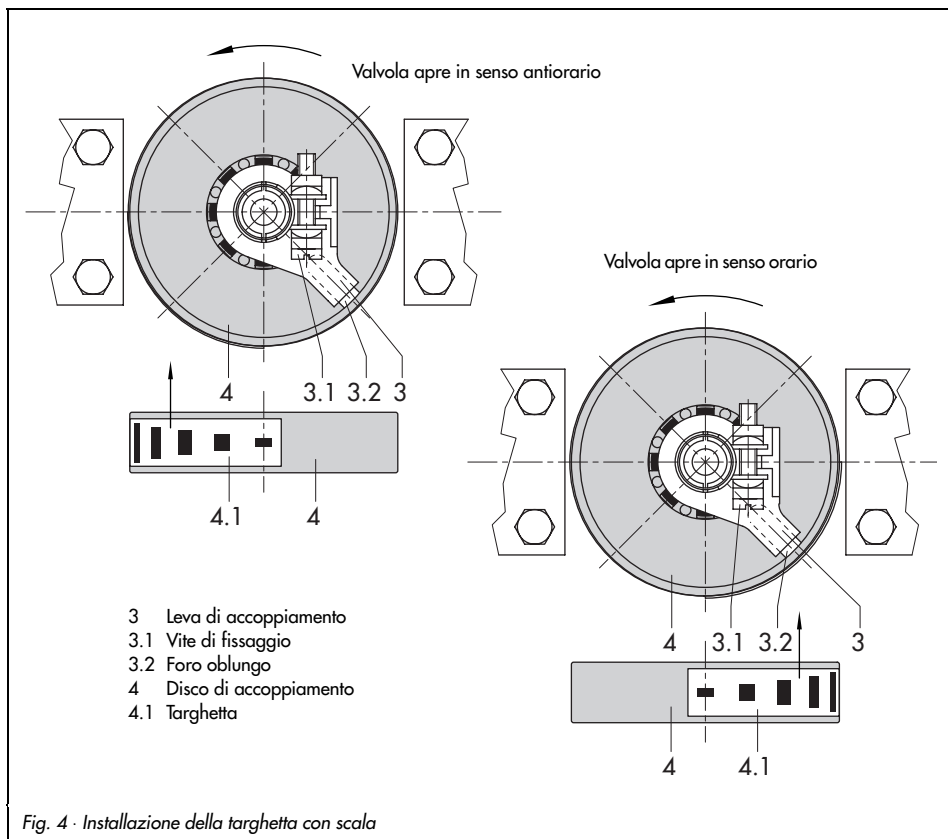

Fig. 4 - Installazione della targhetta con scala
1. Avvitare la mensola di montaggio (2) sul posizionatore con 4 viti (2.1).
2. Inserire il giunto (5) sull'alberino a fessura dell'attuatore e sul distanziatore (7).
3. Inserire il disco di accoppiamento (4) sul giunto (5) con la parte piatta verso l'attuatore. Posizionare il foro oblungo del disco di accoppiamento così che la vite di fissaggio (3.1) della leva di accoppiamento (3) inserita, sia di facile accesso quando la valvola è chiusa.
4. Avvitare il disco di accoppiamento e il giunto con una vite a testa piatta (6) e avvitare la molla a piattello (6.1) sul perno dell'attuatore.
5. Inserire la leva di accoppiamento (3) tramite la fascetta e la vite di fissaggio
6. Posizionare attentamente il posizionatore con la mensola di montaggio (2) sull'attuatore rotativo. L'asse del posizionatore deve scivolare nella leva di accoppiamento (3). Fare attenzione alla direzione per la disposizione dei collegamenti.
7. Avvitare la mensola (2) sull'attuatore rotativo con 4 viti (7.1).
8. Attaccare la targhetta (4.1) sul disco di accoppiamento in modo che la punta della freccia segni la posizione di chiusura e che sia ben visibile quando la valvola è montata (vedere Fig. 4).
9. Lasciare per il momento la leva di accoppiamento (3), che dovrà essere fissata con la vite di fissaggio (3.1), allentata. Essa viene fissata sull'asse del posizionatore solo dopo l'allineamento del disco a camma (vedere Cap.2.2, pag.10)